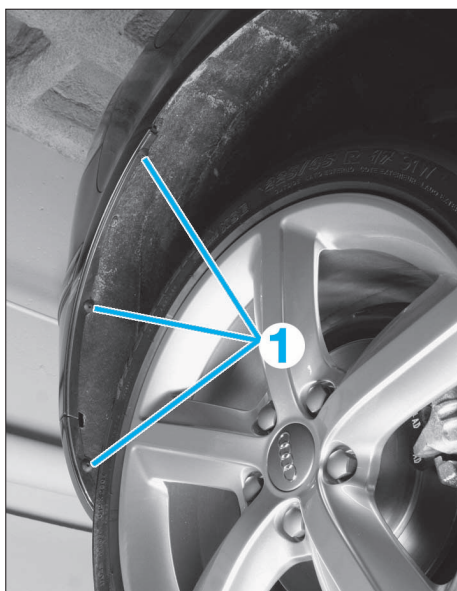

FIG. 95
- De chaque côté du bouclier, dévisser les vis (1) des pare-boue (Fig.95).